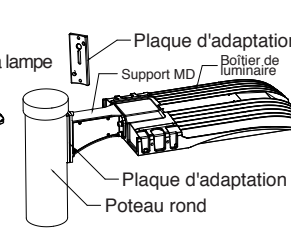

Figure 3-3
3. Remarque : La plaque d'adaptation doit être installée sur le poteau rond. (Figure 3-3)